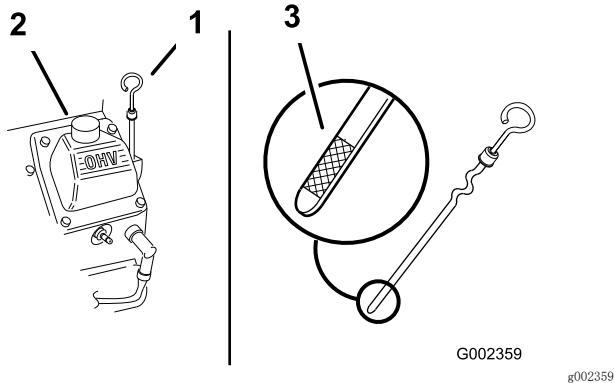

图17
2. 清洁量油尺周围的区域 (图17), 防止灰尘落入注油孔并损坏发动机。
3. 取出量油尺, 擦拭干净, 然后完全安装到位 (图17)。
4. 取出量油尺并检查量油尺上的机油油位。油位应到达量油尺金属端的“已满”标记处 (图17)。
5. 如果油位低于“已满”标记, 应取下加油管盖 (图17), 添加机油, 直至油位达到量油尺上的“已满”标记。切勿过量添加。